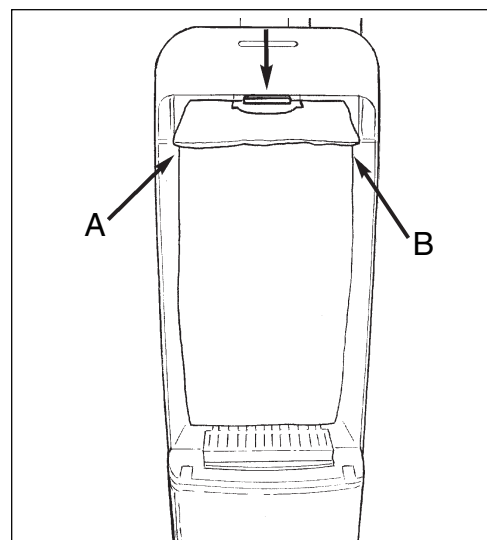

Figure 19
3. Saisissez l'élément en carton des deux côtés du sac (voir points A et B sur la figure 19) puis pivotez légèrement et retirez le sac.
- e. Assurez-vous que l'élément cartonné est glissé tout au long de l'adaptateur de sac (figure 19) ou la porte ne fermera pas.